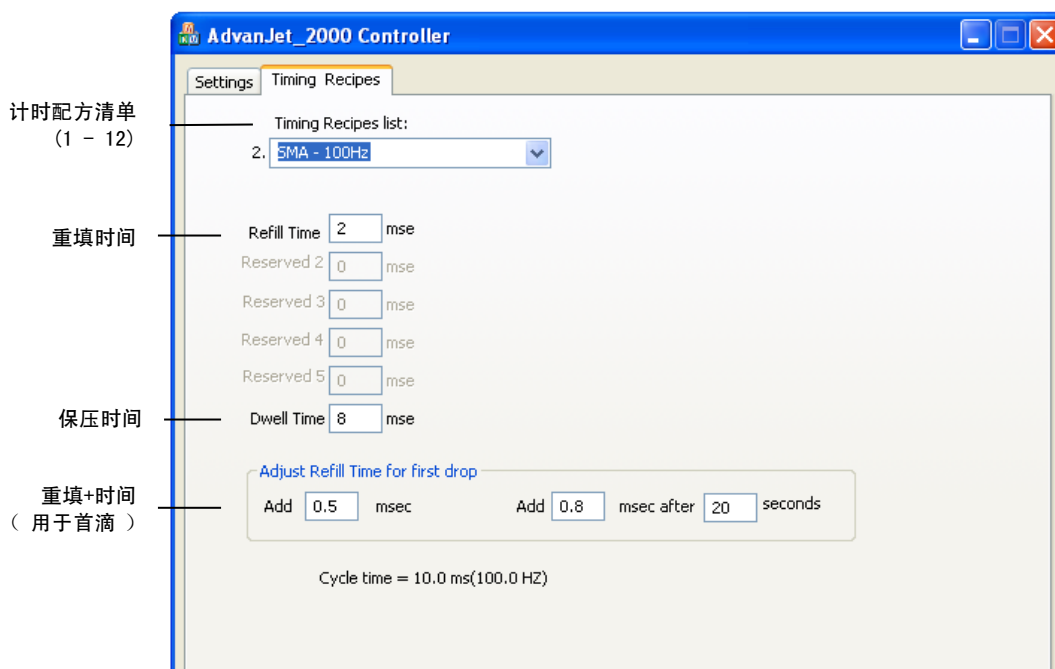

图 6-1：计时配方主菜单
开始点胶之前，必须为所使用的流体材料创建计时配方。下一页中的图 6-1 显示了 Advanjet 软件的计时配方菜单。配置完成后，便可将计时配方下载到 Advanjet 控制器中。配方下载后，便可通过来自控制器的数字输入，在 Advanjet 软件未后台运行的情况下，远程触发控制器。
Advanjet 软件提供了几个用于常见流体材料的样板计时配方，用于这些材料的快速启动。如上方图 6-1 所示，计时配方主菜单页面列出了 HV-2000C 前面板显示屏所显示的点胶参数。
- **添加 xxx ms：**是添加到重填时间的时间值。参照上文 图 6-1 内容， $2.0\text{ ms (原重填时间)} + \text{额外 } 0.5\text{ ms} = 2.5\text{ ms 总重填时间}$ 。在胶滴模式下，该数值需针对 每一滴 进行添加(请见第 6.3 节)。但是在线型模式下，该数值仅针对 第一滴 进行添加(请见第 6.4 节)。
- **在 YY s 之后添加 XX ms：**是在喷射点胶机待机特定秒数 之后 添加到重填时间的时间值。该额外时间 仅针对第一滴 添加，**载胶滴和线型** 模式下都如此。再次参照 图 6-1 内容，喷射点胶机待机 20 秒后，首滴的重填时间应为  $2\text{ ms (原重填时间)} + \text{额外 } 0.8\text{ ms} = 2.8\text{ ms 总重填时间}$ 。该数值仅用于首滴。